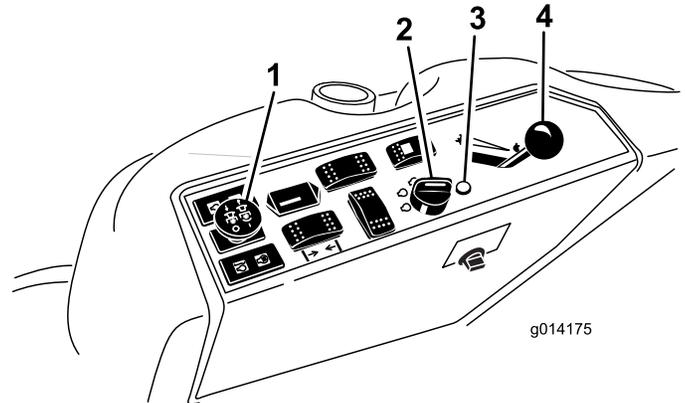

Bild 9
- Schieben Sie den Zapfwellenantriebsschalter auf „Aus“ (Bild 9).
- Bewegen Sie den Gasbedienungshebel in die Mittelstellung zwischen Langsam und Schnell (Bild 9).